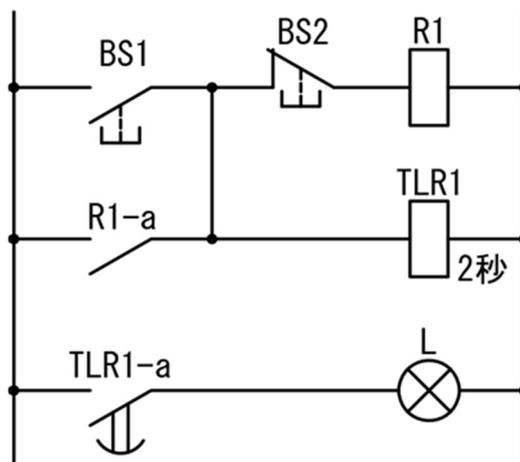

図 5-1
設問 3 図 5-1 のシーケンス図について、(①) ~ (⑧) にあてはまる最も適切なものを解答群からそれぞれ一つずつ選び、記号ア~ソで答えなさい。
図 5-1 はスイッチ BS1 を押してすぐに離しても、リレー R1 が (①) され接点 (②) が閉じ、リレー R1 とタイマ TLR1 には電圧が加わり続ける。このような回路を (③) という。次に 2 秒後に接点 (④) が閉じ、ランプ L が (⑤) する。スイッチ (⑥) を押すと、リレー R1 が (⑦) され、同時にタイマ TLR1 の電源部が解除され、ランプ L が (⑧) する。